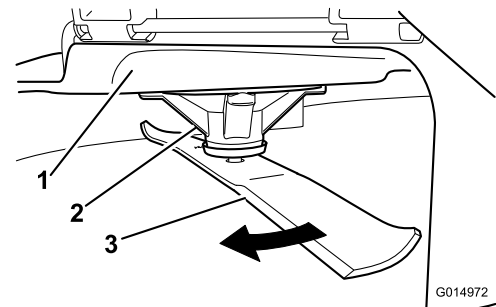

Figura 103
2. Llevando guantes fuertemente acolchados u otro tipo de protección apropiada para las manos, gire la cuchilla lentamente hasta una posición que permita medir la distancia entre el filo de corte y la superficie nivelada en la que descansa la máquina (Figura 103).